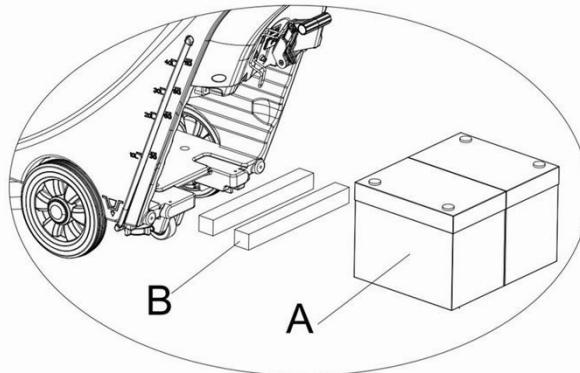

Рисунок 6
- 1) Для батарей с длиной менее 270 мм, используйте 2 части фиксирующей платы (**B**, **рисунок 6**) и разместите их рядом друг с другом внутри батареи водного бака;
- 2) Для батарей с длиной между 310мм-270мм, используйте 1 часть фиксирующей платы (**B, рисунок 6**) и поместите ее в батарею водного бака;